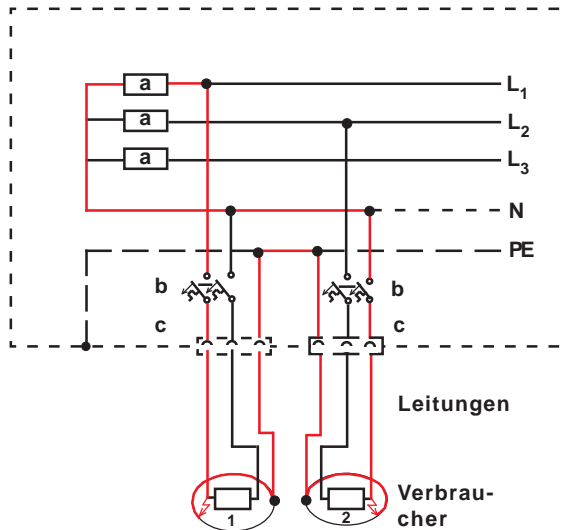

Bild 7 Fehlerschutz bei Generatorbetrieb
**Treten gleichzeitig Fehler** zwischen verschiedenen Leitern auf, fließt ein Strom längs dem in **Bild 7** rot eingezeichneten Weg. Jetzt besteht Gefahr, wenn die Spannung zwischen den Gehäusen der Verbraucher 1 und 2 (Berührungsspannung) auf mehr als 50 V ansteigt. Bis zu dieser Spannung fließt durch den menschlichen Körper nur ein sehr kleiner, unschädlicher Strom. Die Stromkreis-sicherung im Stromerzeuger muss abschalten, ohne dass die Berührungsspannung von 50 V überschritten wird. Die Abschaltung muss in 0,2 Sekunden erfolgen.
Dieser Strom von 50 Ampere muss in den Leitungen fließen, die in Bild 7 rot gekennzeichnet sind, also auch in den Leitungen zu den Verbrauchern.